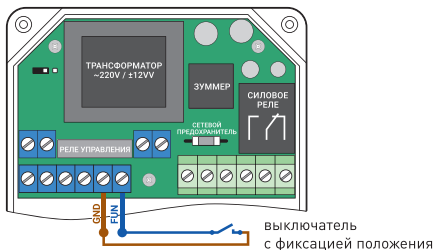

Рис. 7 Схема подключения переключателя с фиксацией положения
5.4 Рис. 7. Схема подключения к блоку управления переключателя (выключателя) с фиксацией положения. Переключатель служит для ручного дистанционного открытия/перекрытия водоснабжения. При нажатии на переключатель (положение «ВКЛ») – подача воды перекрывается шаровым электроприводом. При нажатии на выключатель (положение «ВЫКЛ») – подача воды откроется шаровым электроприводом.